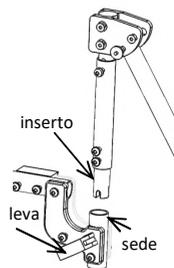

fig. 22: Angolo ginocchio verticale elevabile e telescopico
- * **Versione verticale elevabile e telescopica** (fig. 22)